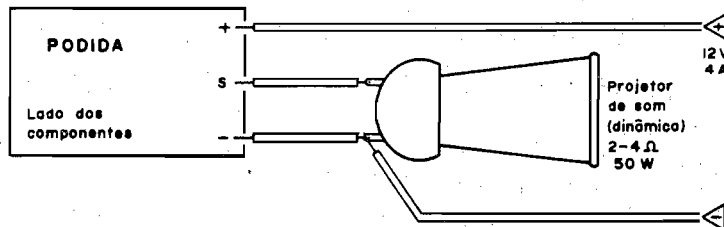

Fig.4
- FIG. 4 - CONEXÕES EXTERNAS À PLACA - Mais simples, impossível!